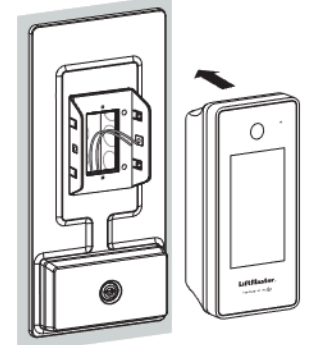

Figura 4
8. Siga el manual de CAPXS para terminar la instalación. (Vea la Figura 4)